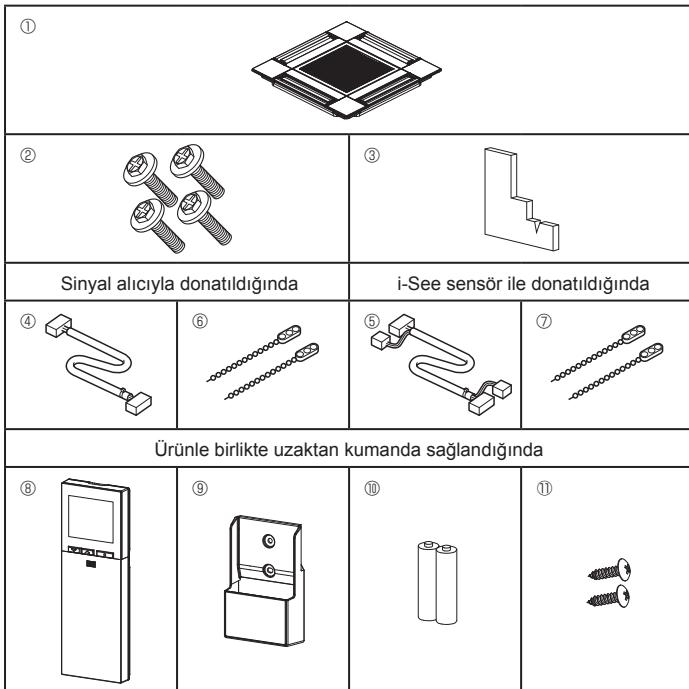

Fig. 6-1
6.1. Izgara aksesuarlarının kontrol edilmesi (Fig. 6-1)